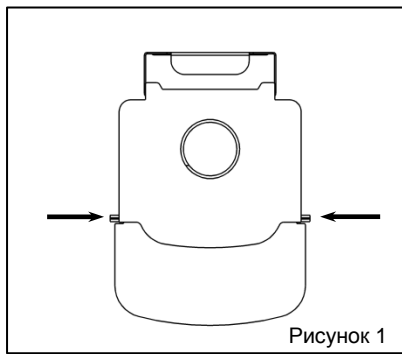

Рисунок 1
- Отсоединить оптическую часть светильника, нажав на выступы в нижней части светильника (рисунок 1).